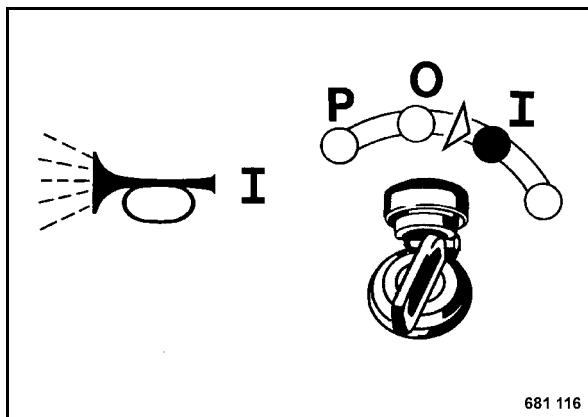

Рис. 17
- Повернуть ключ зажигания в положение "I" (Рис. 17); звучит зуммер.